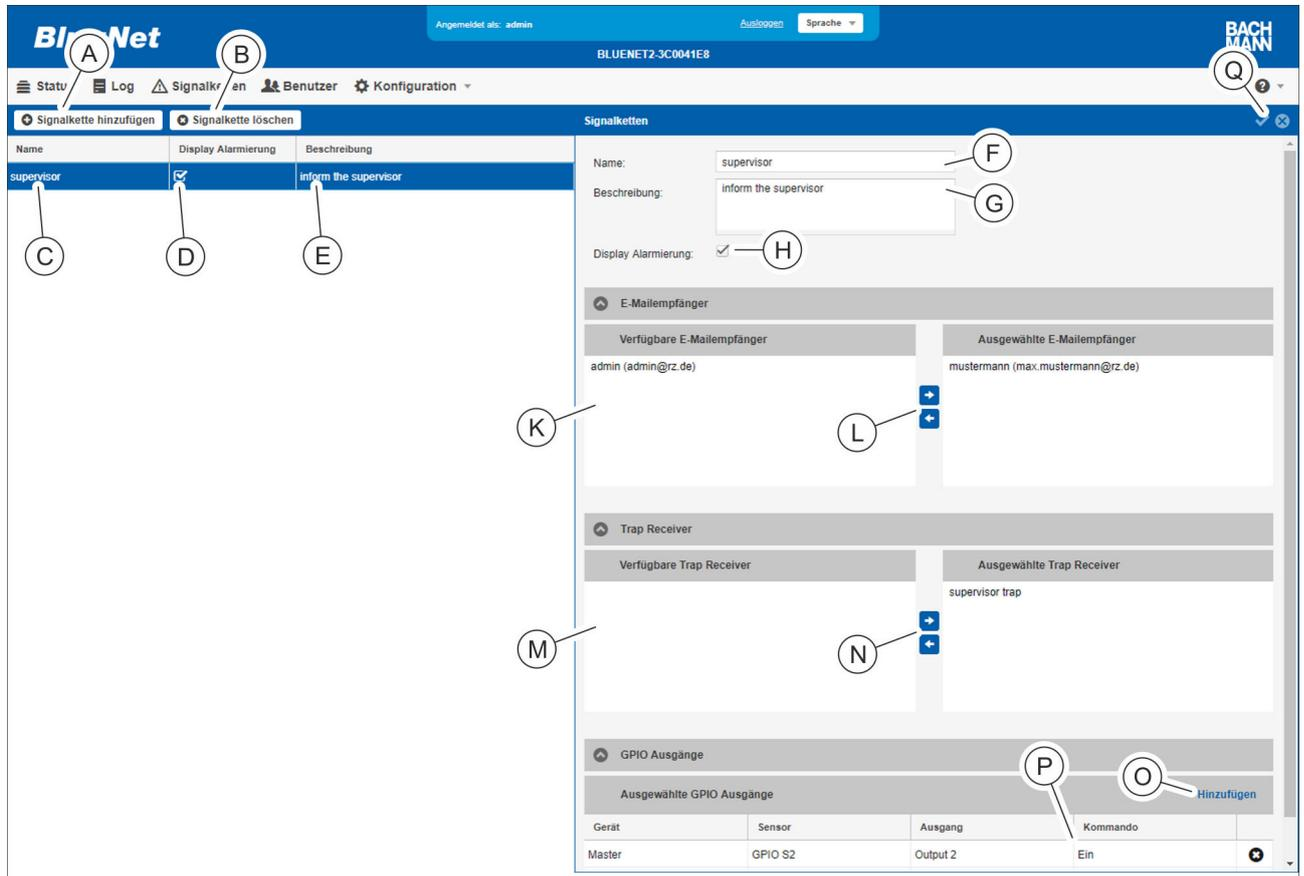

Abb. 124: Menü "Signalketten"
2. ➤ Über die Schaltfläche „Signalkette hinzufügen“ (Abb. 124/Ⓐ) eine neue Signalkette anlegen.
Um eine bestehende Signalkette zu modifizieren, die betreffende Signalkette in der Liste auswählen (Abb. 124/Ⓒ).
3. ➤ Im Bereich „*Signalkette*“ eine Benennung für die Signalkette eingeben (Abb. 124/Ⓔ).
4. ➤ Bei Bedarf eine Beschreibung für die Signalkette eingeben (Abb. 124/Ⓢ).
5. ➤ Checkbox „*Display Alarmierung*“ bei Bedarf aktivieren, um eine Alarmmeldung auf dem Display der PDU anzeigen zu lassen (Abb. 124/Ⓣ).
6. ➤ Im Feld „*Verfügbare E-Mailempfänger*“ (Abb. 124/Ⓚ) bei Bedarf einen Empfänger für eine E-Mail-Benachrichtigung auswählen und über die Schaltfläche  ins Feld „*Ausgewählte E-Mailempfänger*“ schieben (Abb. 124/Ⓛ).
7. ➤ Im Feld „*Verfügbare Trap Receiver*“ (Abb. 124/Ⓜ) bei Bedarf einen Trap-Empfänger auswählen und über die Schaltfläche  ins Feld „*Ausgewählte Trap Receiver*“ schieben (Abb. 124/Ⓝ).
8. ➤ Wenn die Signalkette mit einem Ausgang an einem GPIO-Modul verknüpft werden soll, die Schaltfläche „*Hinzufügen*“ (Abb. 124/Ⓞ) auswählen.
10. ➤ Bei Bedarf den entsprechenden Ausgang in der Liste auswählen und über das Auswahlmü „*ON*“ / „*OFF*“ (Abb. 124/Ⓠ) festlegen, ob das Relais beim Auslösen der Signalkette ein- oder ausgeschaltet werden soll.
11. ➤ Auswahl über die Schaltfläche „*Speichern*“ bestätigen (Abb. 124/Ⓞ).
⇒ Die Signalkette ist angelegt (Abb. 124/Ⓞ).
Um eine Signalkette zu löschen, die gewünschte Signalkette auswählen (Abb. 124/Ⓞ) und die Schaltfläche „*Signalkette löschen*“ (Abb. 124/Ⓡ) anklicken. Im Anschluss erscheint ein Abfragedialog, der bestätigt werden muss.